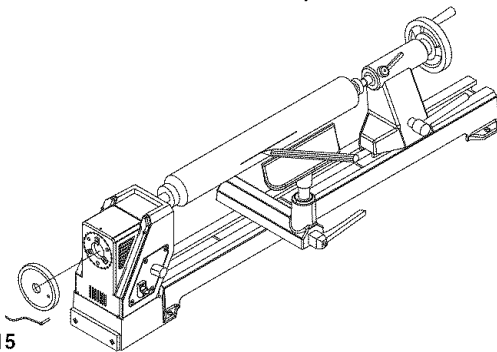

Figura 15
- Ajuste el soporte de herramienta de 30,48 cm para que esté a la altura de la línea central de la pieza de trabajo y haga una marca (véase la Figura 15).